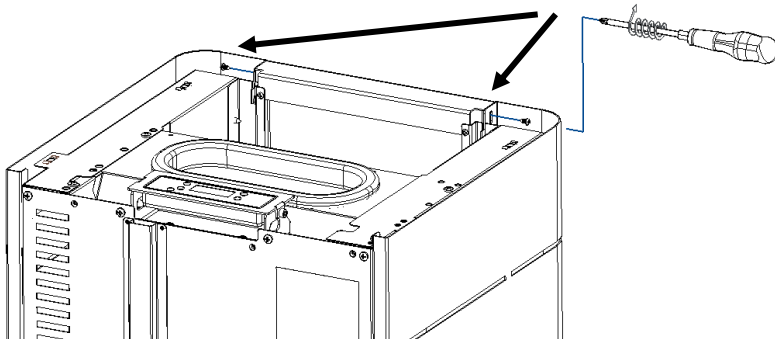

Figura 44 - Fixação capas laterais
d) Apertar as laterais ao frontal, tal como demonstra a Figura 44 (utilizar 2 parafusos A).